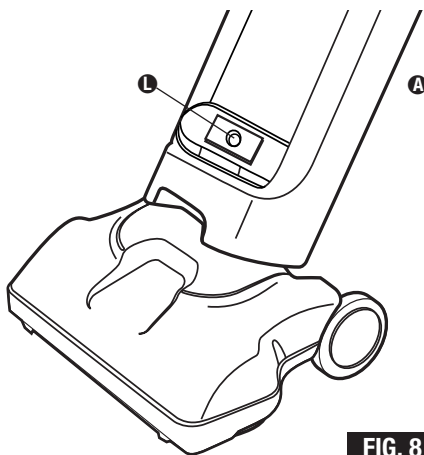

FIG. 8
Step 2: Inspect for blockages inside hole area **(L)** at base of body **(A)** opening. Use tool or coat hanger to remove blockage (FIG. 8).
Paso 2: Inspeccione para detectar posibles obstrucciones dentro del área del orificio **(L)** en la base de la abertura del cuerpo **(A)**. Use una herramienta o una percha para extraer la obstrucción (FIG. 8).